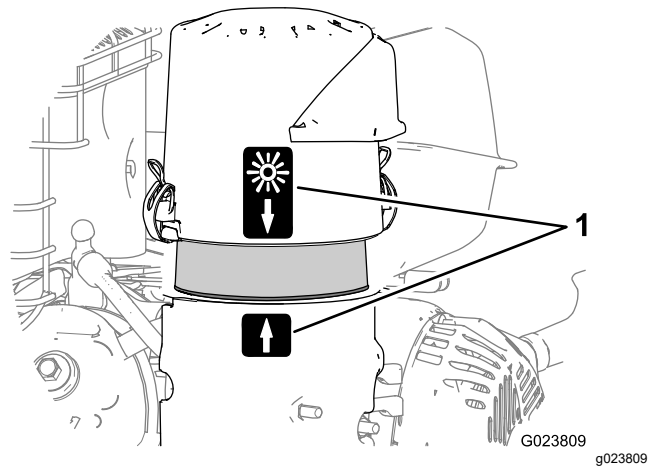

図 72
5. エアクリーナのカバーの矢印をベースの矢印に揃える 図 72。